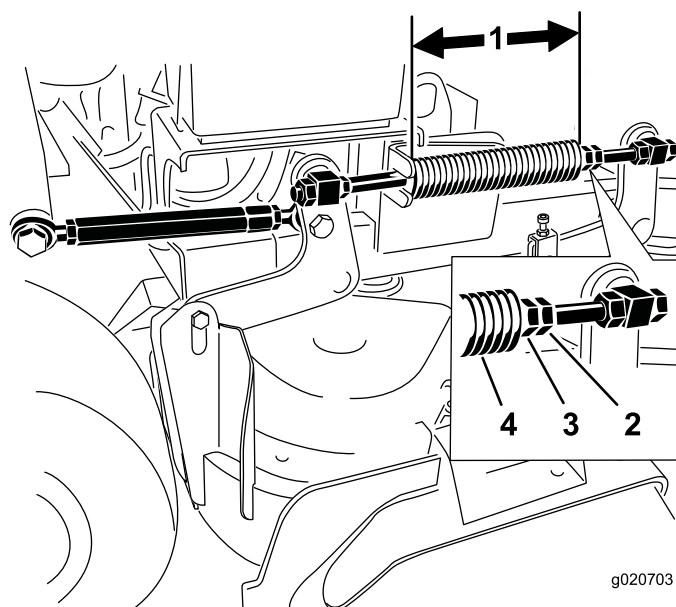

Figura 87
Nota: O comprimento nominal é de 28,2 cm para plataformas de cortadores de 91 cm e de 25,7 cm para plataformas de cortadores de 102 cm (Figura 87).
- Ajuste esta distância desapertando a porca de bloqueio da mola e rodando a porca em frente de cada mola (Figura 87).
- Bloqueie a porca na posição apertando a porca de bloqueio da mola (Figura 87).